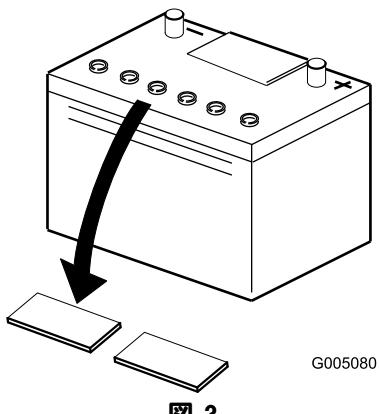

図 3
2. バッテリーの上部をきれいに拭い、キャップを取り外す（図 3）。